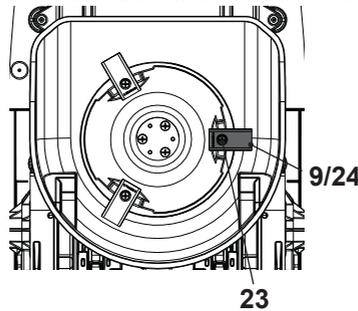

Fig. 21
Vérifiez régulièrement si les lames de coupe (9) sont émoussées, ébréchées ou endommagées. Remplacez les lames et les vis de fixation par les lames de coupe (24) et les vis (23) de rechange si nécessaire (Fig. 21) :
2. Retirez les vis de fixation et les lames de coupe (9) avec un tournevis.